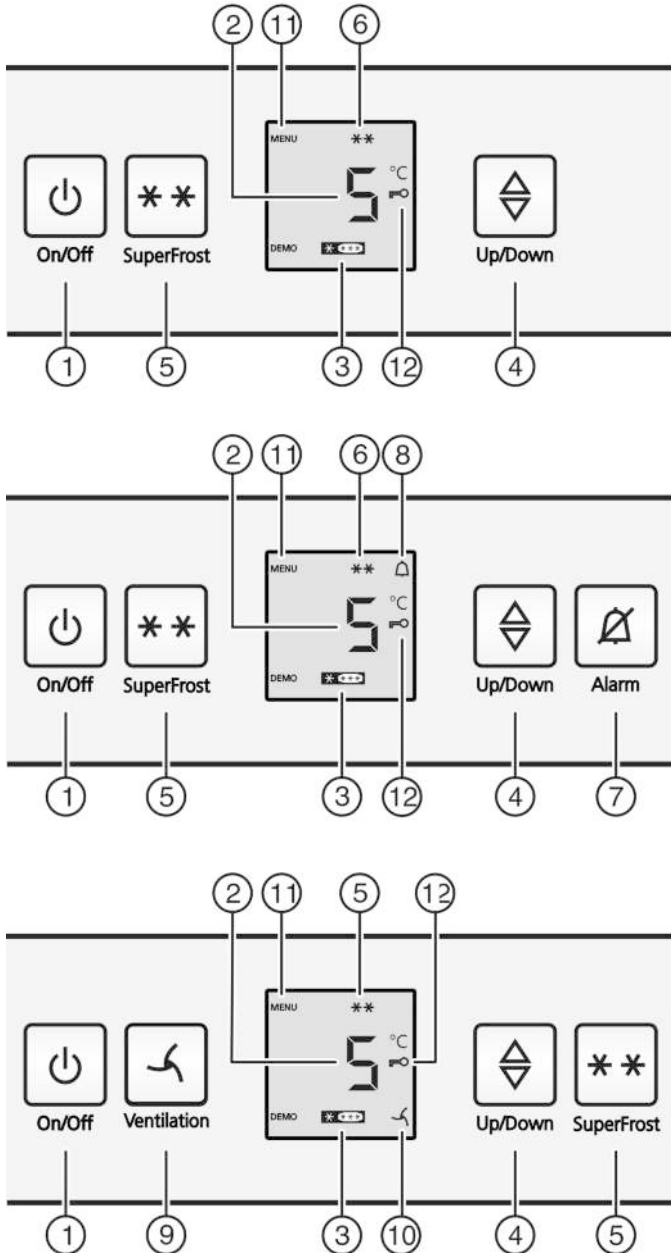

Fig. 2
- ▶ Нажать кнопку On/Off Fig. 2 (1).
- ▶ Активация режима настройки: Нажмите кнопку SuperFrost Fig. 2 (5) и удерживайте ее прим. 5 секунд.
- ▷ На индикаторе будет отображаться символ «Меню» Fig. 2 (11).
- ▶ Для подтверждения нажать и отпустить кнопку «SuperFrost» Fig. 2 (5).
- ▷ На индикаторе горит символ «Защита от детей» Fig. 2 (12).
- ▶ Нажать и отпустить кнопку On/Off Fig. 2 (1).
- ▷ Символ «Защита от детей» Fig. 2 (12) гаснет.
- ▶ Нажмите кнопку Alarm Fig. 2 (7).
Одновременно мигает индикация температуры и символ тревоги Fig. 2 (8).
Звуковой сигнал выключается автоматически, символ аварийного сигнала Fig. 2 (8) выключается и индикатор температуры перестает мигать, если температура снова становится достаточно низкой.
- ▶ Активация модуля регулировки температуры: нажмите кнопку настройки Fig. 2 (4).
- ▶ Температура изменяется с шагом в 1 °C: нажимайте кнопку настройки Fig. 2 (4) до тех пор, пока на индикаторе температуры не будет высвечиваться требуемая температура.